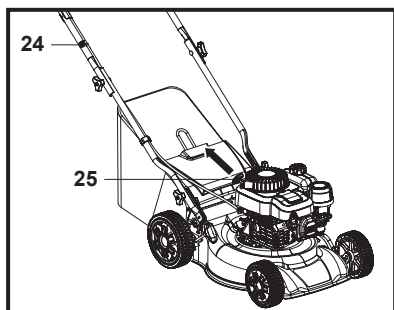

Fig. 11
2. Tirer doucement la poignée du lanceur (25) jusqu'à ce qu'une résistance se fasse sentir, puis la tirer rapidement. Répéter cette opération jusqu'à ce que le moteur démarre (Fig. 11).